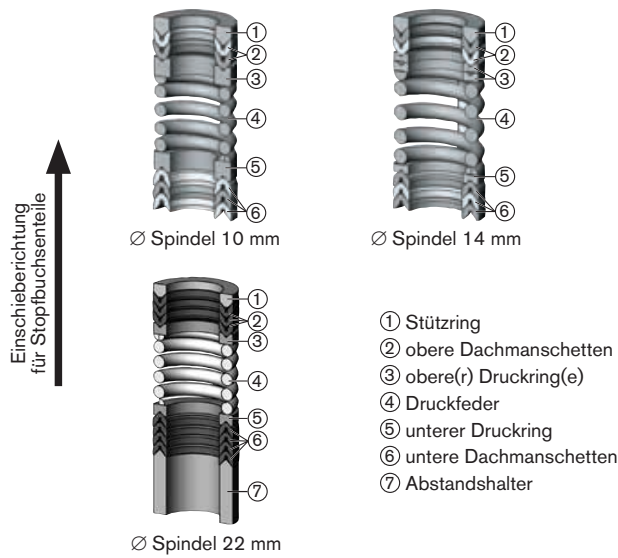

Bild 2: Dichtungssätze für Stopfbuchsen
- Die Einzelteile in vorgegebener Richtung und Reihenfolge auf die Spindel stecken (siehe „Bild 2“ auf Seite 18).